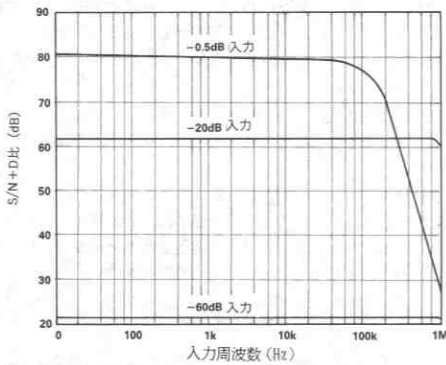

図15. 入力周波数およびそのレベルとS/N+Dの関係
- 高周波および他の振幅の入力信号に関しては図15を参照ください。